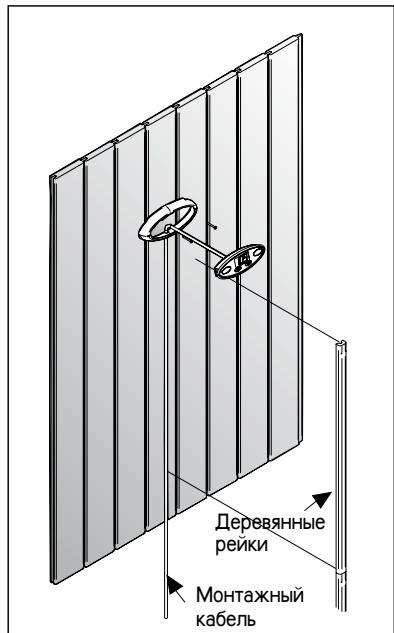

Рисунок 12. Установка панели управления
Поскольку панель управления работает от низкого напряжения и защищена от брызг, ее можно установить практически в любое место. Если панель устанавливается в помещении сауны, то она должна находиться не ближе минимального безопасного расстояния от каменки и не выше одного метра. (м.рис.12.) Панель можно
прокладки кабелей, то кабель, ведущий к панели управления, можно скрыть в стене. В противном случае монтаж следует производить по поверхности стены. См. рис. 12. Сигналы, передаваемые панелью управления, являются слаботочными сигналами. Поэтому панель безопасна при установке на основание из любого материала.
- При необходимости монтажный кабель можно закрыть деревянными рейками (3 шт). См. рис. 12.